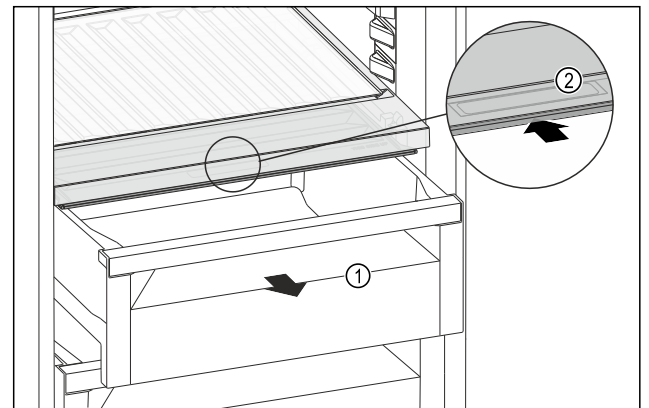

Fig. 190
- Vedä säilytyslokeri Fig. 190 (1) ulos.
- Tartu lokeron kannessa olevaan tartuntakohtaan Fig. 190 (2) ja vedä lokeron kantta samanaikaisesti taaksepäin.